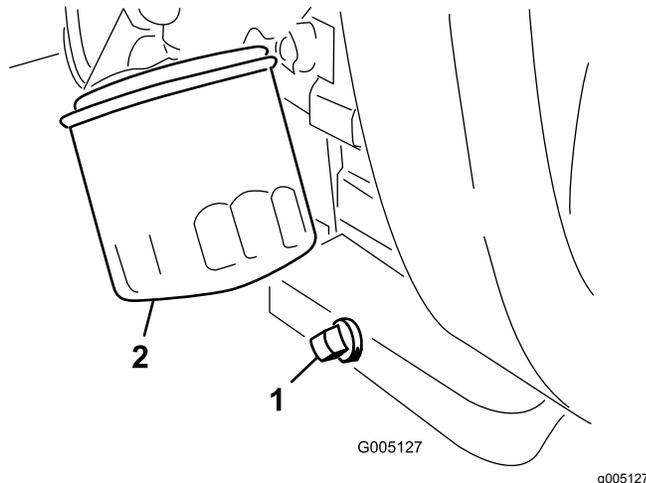

Рисунок 38
1. Снимите пробку сливного отверстия (Рисунок 38) и дайте маслу стечь в сливной поддон.
2. Очистите резьбовую поверхность пробки сливного отверстия, нанесите уплотнитель из тефлона и установите пробку (Рисунок 38).
3. Снимите масляный фильтр (Рисунок 38).